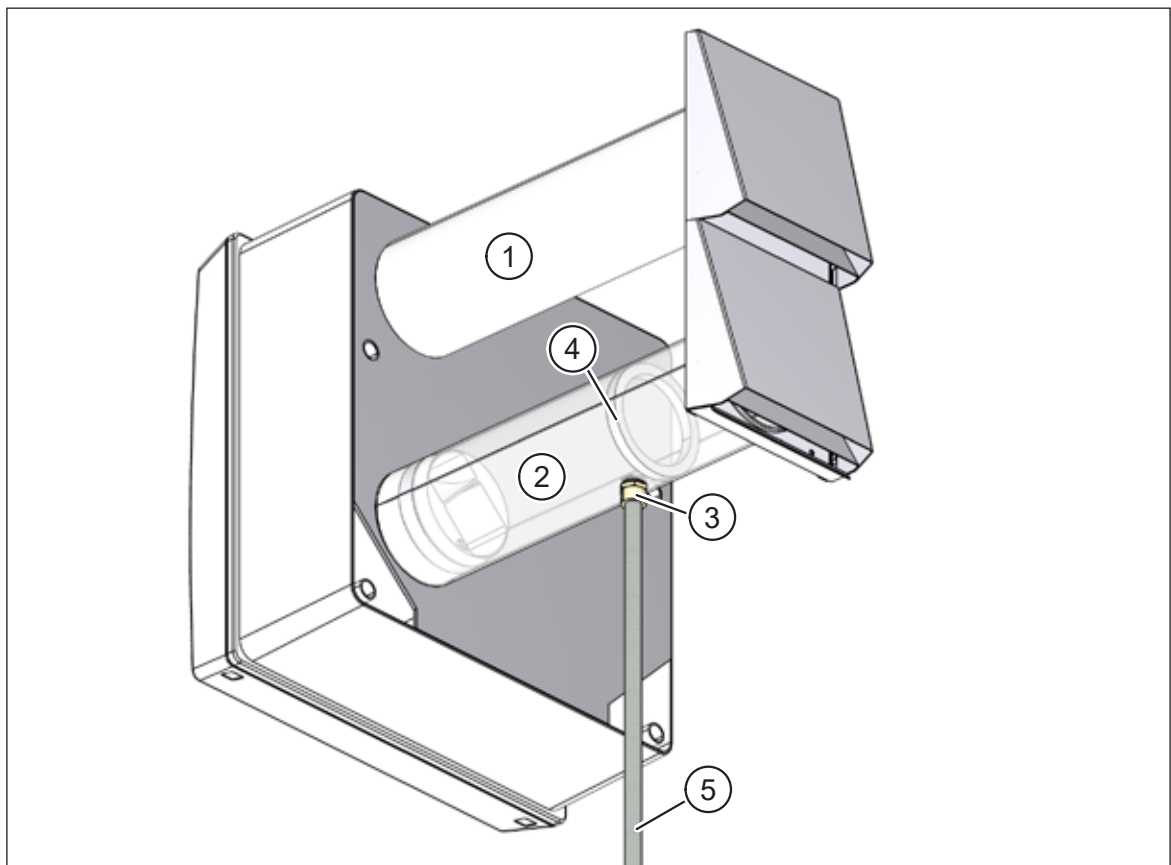

Abb. 61: Kondensatabführung am Fortluftrohr
- Außenluftrohr, DN 100, 0,5 m (Pos. 1 in Abb. 61)
- Fortluftrohr DN 100, 0,5 m (Pos. 2 in Abb. 61), mit 1/2“-Außengewindeanschluss (Pos. 3 in Abb. 33) und Barriere (Pos. 4 in Abb. 61) zum Rückhalten des Kondensats.
- Schützen Sie das Kondensatableitungsrohr (Pos. 5 in Abb. 61) in kalten Regionen vor Frost, z. B. durch Verlegung hinter der Fassadendämmung.